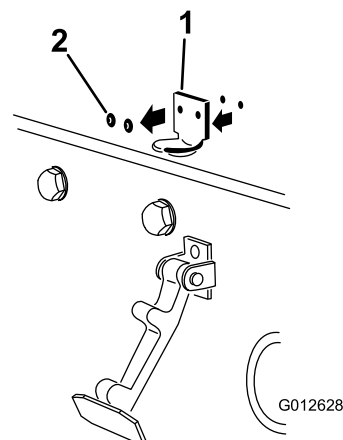

Figura 3
2. Retire los 2 remaches que sujetan el cerradero del capó al capó (Figura 3).